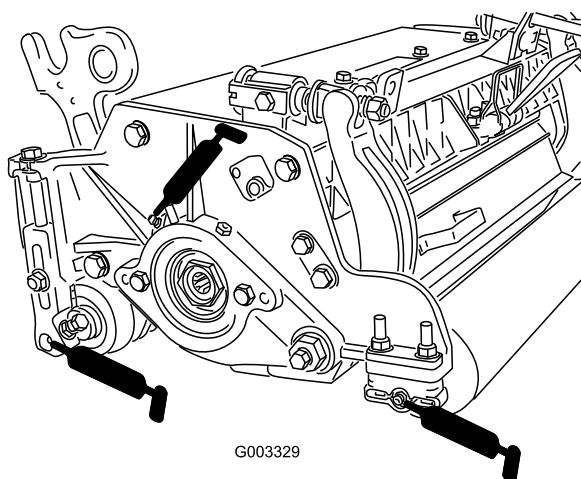

Figura 28
Cada unidade de corte possui (6) bocais de lubrificação (Figura 28) que deverão ser lubrificados regularmente com massa lubrificante nº 2 para utilizações gerais, à base de lítio.